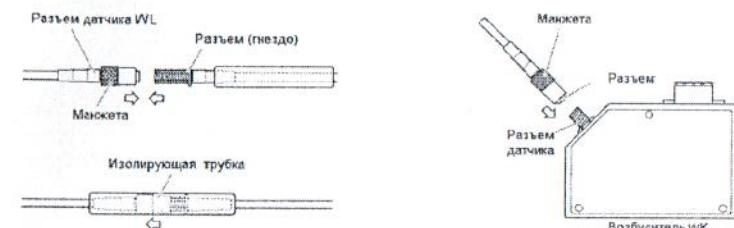

Рис.3 Подключение кабеля FW
4.3 Подключение датчика к проксимитору с помощью удлинительного кабеля WV приведено на рис. 3